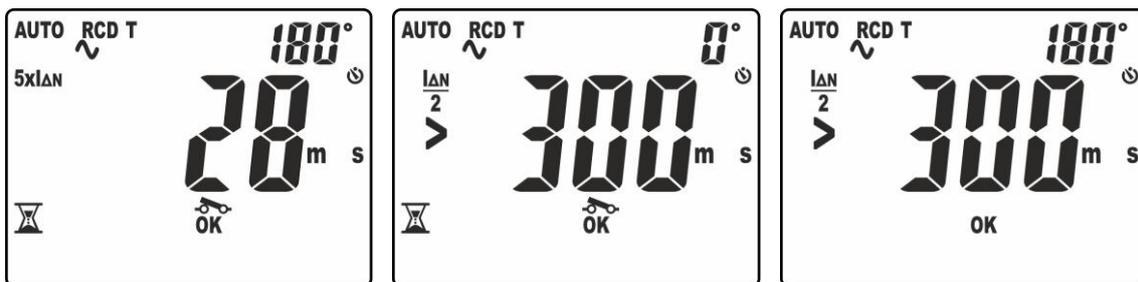

Fig. 33: Tempo di intervento in modo AUTO – Videate 2
13. Il quarto test eseguito è quello con corrente di prova $5xI_{\Delta n}$ e polarità 180° . Il risultato della misura parziale è mostrato a display con indicazione “OK” o “NOT OK” (vedere Fig. 33 – parte destra). Il simbolo “” lampeggiante indica che occorre riarmare l’RCD
14. Il quinto test eseguito è quello con corrente di prova $\frac{1}{2}I_{\Delta n}$ e polarità 0° . Il risultato della misura parziale è mostrato a display con indicazione “OK” o “NOT OK” (vedere Fig. 33 – parte centrale). Il messaggio “>300ms” indica il fuori scala dello strumento ad indicare il corretto non intervento dell’RCD in tale situazione. Il simbolo “” lampeggiante indica che occorre riarmare l’RCD
15. Il sesto e ultimo test eseguito è quello con corrente di prova $\frac{1}{2}I_{\Delta n}$ e polarità 180° . Il risultato della misura parziale è mostrato a display (vedere Fig. 33 – parte destra). Il messaggio “>300ms” indica il fuori scala dello strumento ad indicare il corretto non intervento dell’RCD in tale situazione